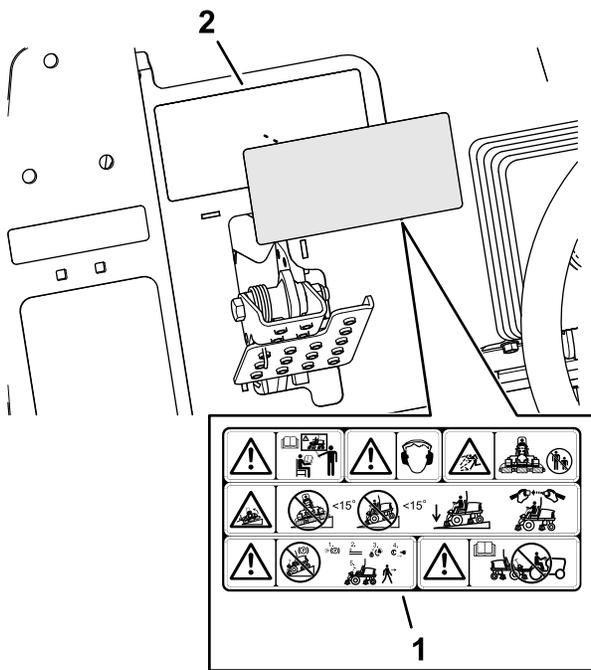

Figura 36
1. Utilize álcool e um pano limpo para limpar a superfície do adesivo de aviso 133-2930, e deixe o adesivo secar (Figura 36).